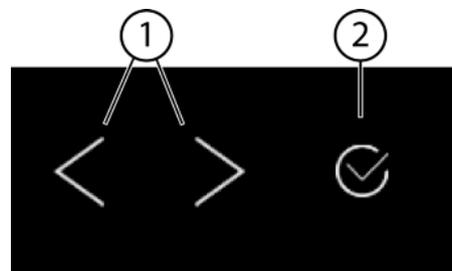
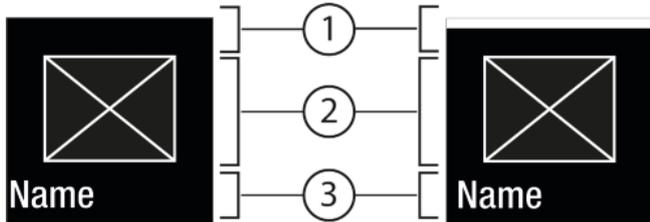
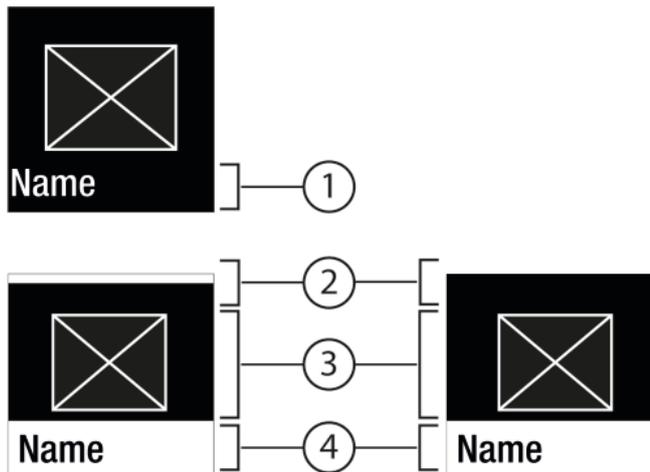

Fig. 5
Fig. 6
Fig. 7
(1) Navigationspfeil links / rechts (2) Bestätigen
Navigationspfeil links / rechts Fig. 5 (1):
Bestätigen Fig. 5 (2):
- Mit Navigationspfeil links / rechts Fig. 5 (1) navigieren.
- Mit Bestätigen Fig. 5 (2) die Funktion / Einstellung aktivieren Fig. 6 (1) / deaktivieren Fig. 6 (1).
- Mit Bestätigen Fig. 5 (2) das Untermenü Fig. 7 (4) aufrufen.
- Neuen Wert einstellen: Mit Bestätigen Fig. 5 (2) einen deaktivierten Wert Fig. 6 (1) auswählen.
- Zurück ins Menü: Mit Bestätigen Fig. 5 (2) den bereits aktivierten Wert Fig. 6 (2) auswählen.
- ▶ Navigationspfeile Fig. 5 (1) so oft drücken bis Funktion angezeigt wird.
- ▶ Bestätigen Fig. 5 (2) drücken.
- ▶ Navigationspfeile Fig. 5 (1) so oft drücken bis die Funktion angezeigt wird.
- ▶ Mit Navigationspfeile Fig. 5 (1) Einstellung-Wert wählen.
- ▷ Status: aktiviert Fig. 6 (1) erscheint kurz im Untermenü Fig. 7 (4).
- ▶ Navigationspfeile *Fig. 5 (1)* so oft drücken bis Einstellungen  angezeigt wird.
- ▶ Bestätigen *Fig. 5 (2)* drücken.
- ▶ Navigationspfeile *Fig. 5 (1)* so oft drücken bis die gewünschte Einstellung angezeigt wird.
- ▶ Bestätigen *Fig. 5 (2)* 3 Sekunden lang drücken.